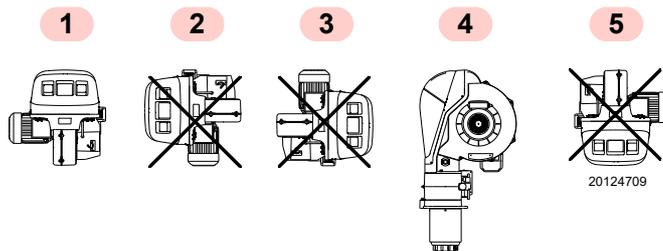

Abb. 10
- Der Brenner darf ausschließlich in den Stellungen **1** und **4** (Abb. 10) in Betrieb sein.